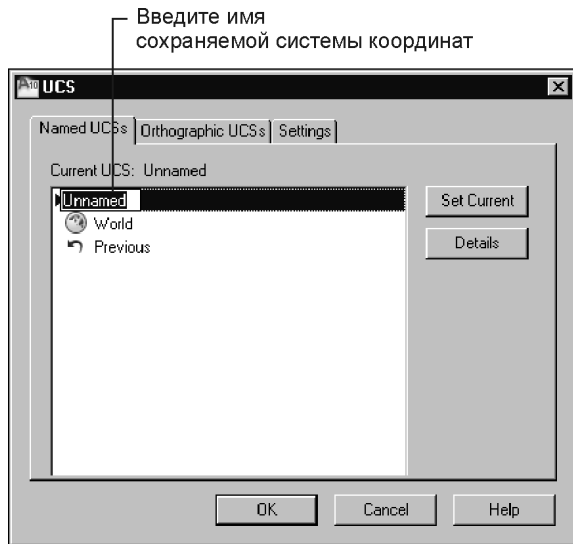

Рис. 3.20. Диалоговое окно именованных систем координат
2. На вкладке **Named UCSs** (Именованные ПСК) диалогового окна **UCS** (ПСК) выберите элемент списка **Unnamed** (Без имени), щелкнув по нему левой кнопкой мыши, и введите имя пользовательской системы координат (рис. 3.20). Ввод имени завершается нажатием клавиши <Enter>.